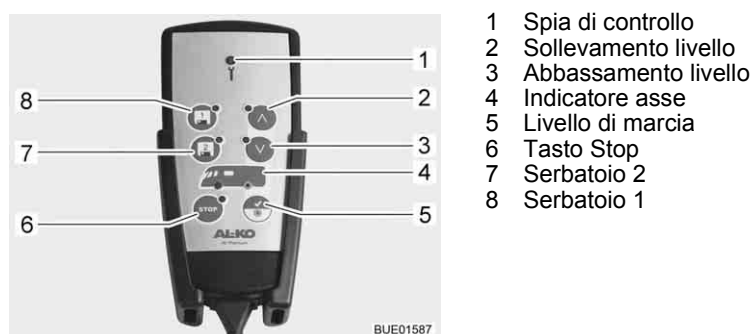

Fig. 14 Telecomando (sospensione pneumatica)
- Avviare l'accensione. La spia di controllo (Fig. 14,1) si accende brevemente. Se il LED per l'asse posteriore (Fig. 14,4) si accende, il veicolo ha raggiunto il livello di marcia.